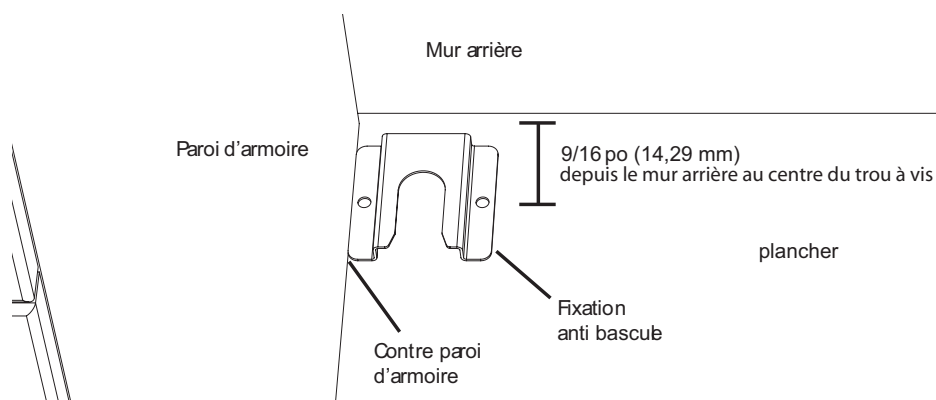

Figure 4: Emplacement de la fixation anti bascule
3. Mesurer pour placer la fixation, comme Figure 4: Emplacement de la fixation anti bascule.